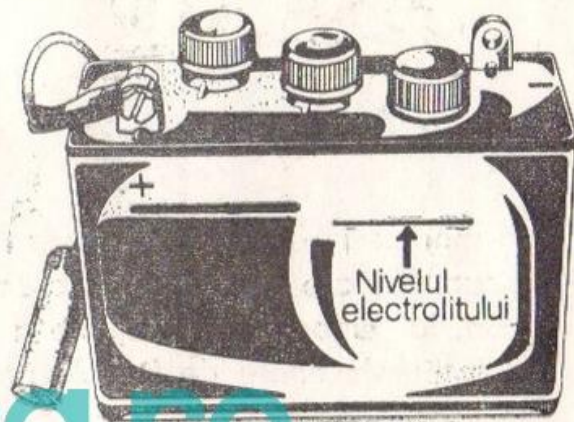

Fig. 23.
2. Nivelul electrolitului trebuie să fie pînă la semnul indicat pe baterie (fig. 23), adică la 5 mm deasupra plăcilor.